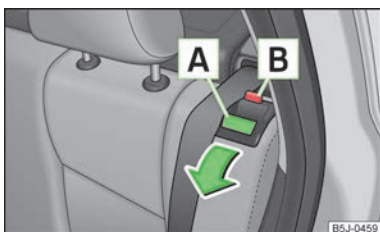

Fig. 41
- Prin apăsarea butonului de siguranță **A** » fig. 41, deblocați spătarul și înclinați-l spre înainte.